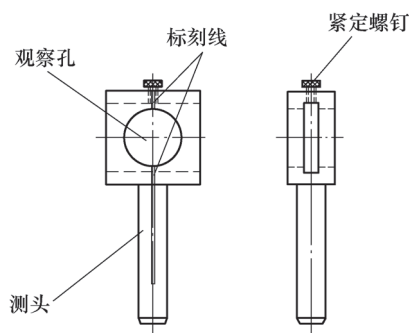

图5 定位杆
该装置主要由标尺尺身和定位杆（见图5）组成，标尺尺身为L形。结合公司焊接接头时测量定位的实际情况，再结合游标卡尺的测量原理，把读数那一侧的卡爪设计为定位杆，定位杆上的圆柱测头与接头的进液孔 D_2 相匹配，圆柱测头的中心线在定位杆上处于绝对的正中位置，且对中位置雕上标刻线。测量时定位杆套在标尺上，把测头放在接头进液孔里；定位杆正面开有观察孔，便于读取标尺上的数据，上端配有紧定螺钉，便于调整好尺寸后固
2) 定位杆的圆柱测头要根据不同接头的进液孔进行配对设计，定位杆可以设计成整体式（见图5），也可以设计成可换测头的分体式，使用时只需根据接头过液孔的大小更换合适的测头即可；圆柱测头高度，要高于焊接的接头高度，便于焊接时对接头进行转动、调整和点焊。